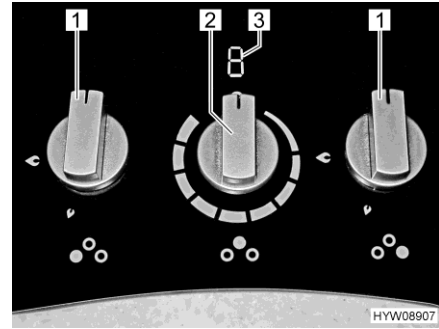

Fig. 191 Boutons de commande (réchaud à gaz avec plaque à induction)
- Tourner le bouton tournant (Fig. 191,1) du brûleur désiré en position d'allumage (grande flamme).
- Tourner le bouton tournant (Fig. 191,1) sur la position "0". La flamme s'éteint.
- Régler le bouton tournant (Fig. 191,2) de la plaque à induction sur l'intensité désirée. L'affichage (Fig. 191,3) indique la valeur réglée.
- Positionner le bouton tournant (Fig. 191,2) de la plaque à induction sur 0. L'affichage (Fig. 191,3) s'éteint. L'affichage indique "H" (indicateur de chaleur résiduelle) tant que la température de la plaque à induction est supérieure à 60 °C après extinction.
Les informations suivantes sont données sur la plaque à induction (Fig. 191,3) :